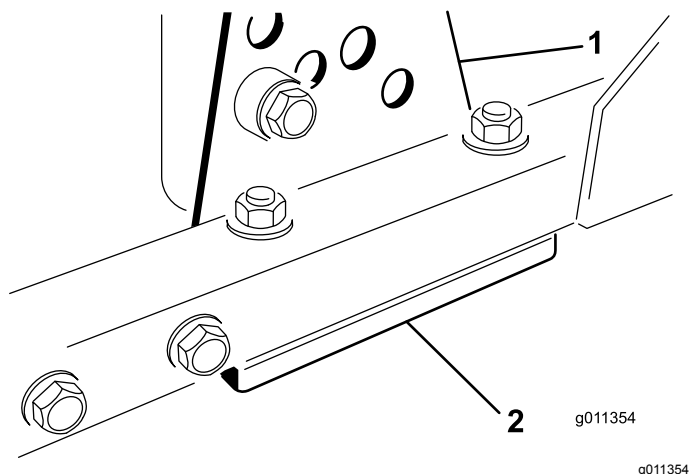

Figure 84
1. Retirez le support de hauteur de coupe (avant, gauche ou droit) du cadre du plateau de coupe (Figure 84).
2. Placez des cales de 1,5 mm et/ou une cale de 0,7 mm entre le cadre et le support du plateau pour obtenir la hauteur de coupe voulue (Figure 84).